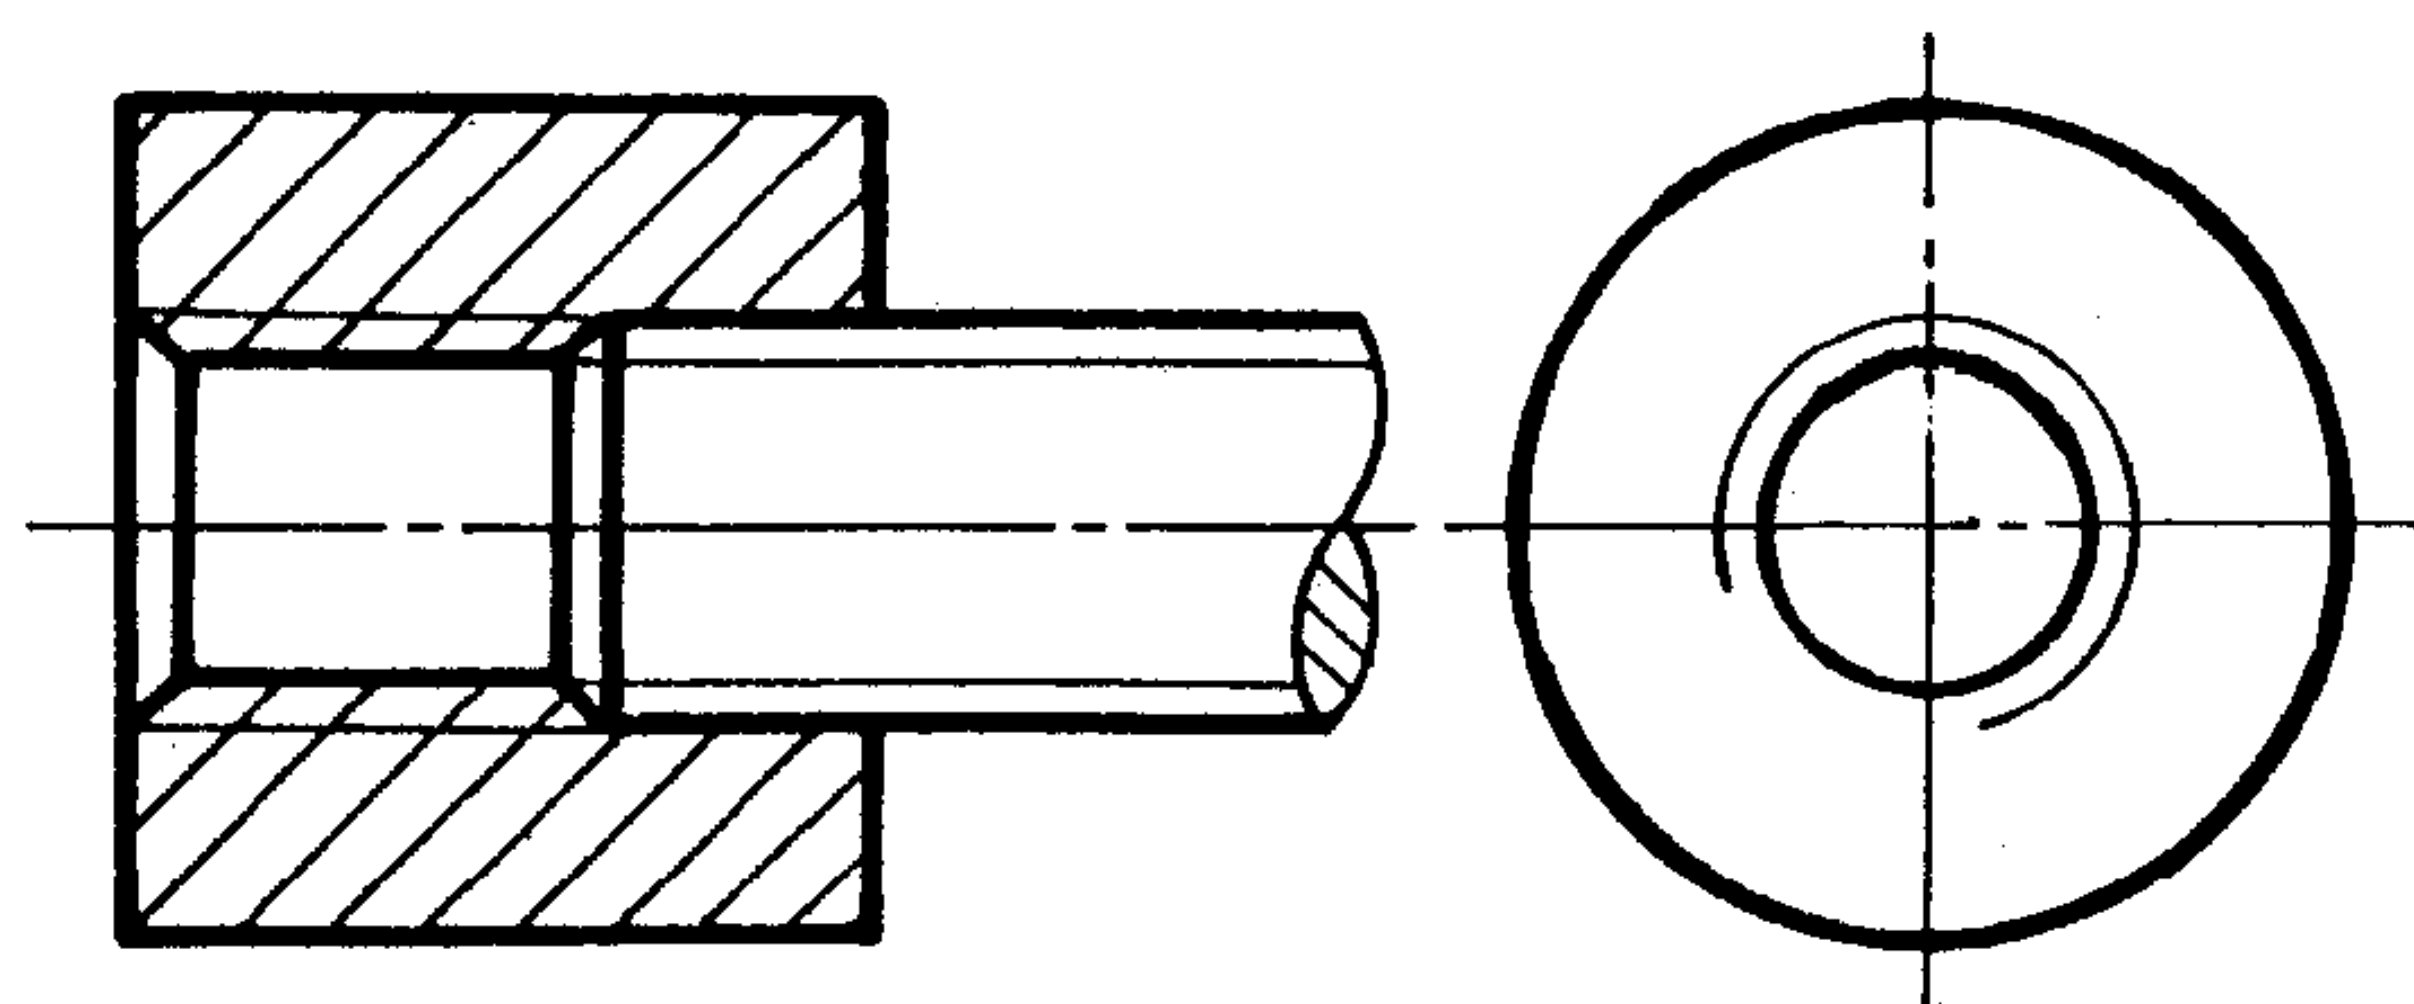

图 12
3.9 以剖视图表示内外螺纹的连接时,其旋合部分应按外螺纹的画法绘制,其余部分仍按各自的画法表示(图 12、13、28)。